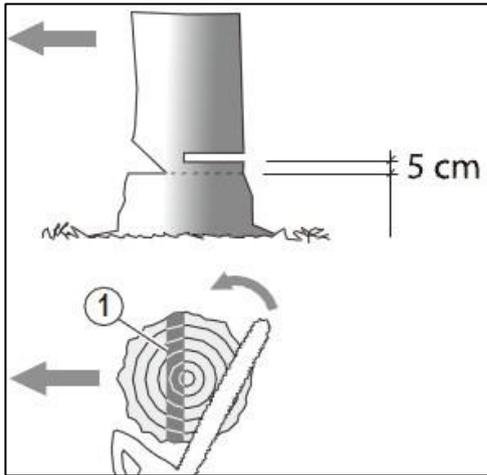

Fig.41
- exécuter la coupe d'abattage sur le côté opposé à la découpe précédente (Fig.41) à un niveau supérieur d'environ 5 cm.
- **ATTENTION !** Ne pas terminer la coupe mais laisser une partie de bois pouvant servir de charnière pendant la chute de l'arbre pour en contrôler la direction (Fig.41 partie 1).